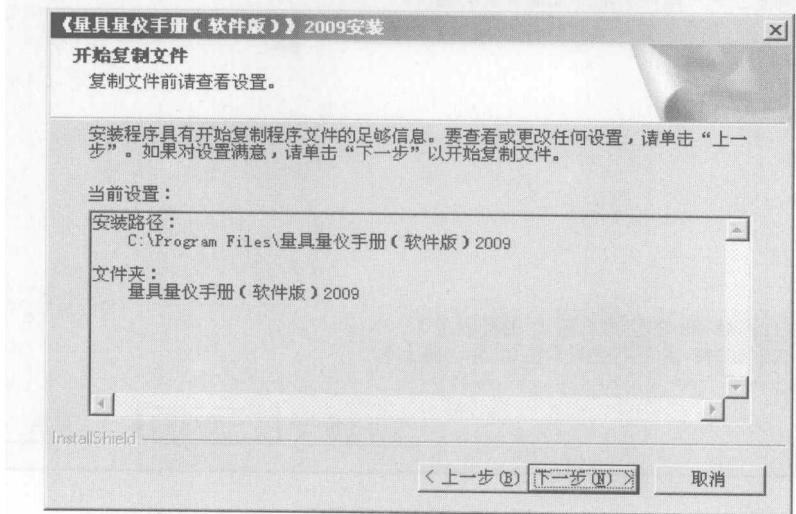
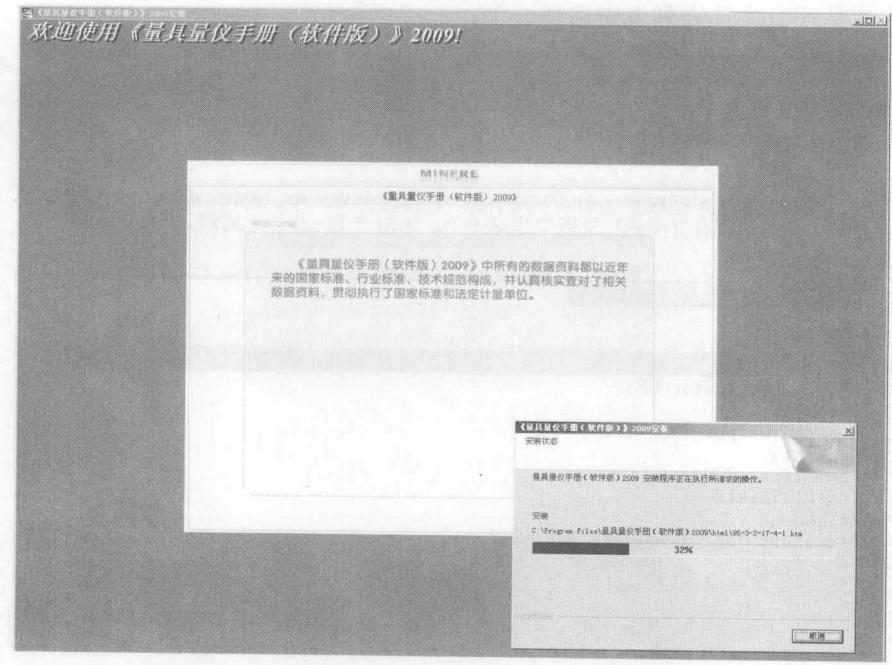

图 1-9 查看设置界面
图 1-10 显示安装进度界面
(9) 单击“下一步”按钮，安装程序将把软件复制到硬盘上，时间的长短取决于用户选择的安装类型。在复制文件前请查看设置，如图 1-9 所示，如果对设置满意，单击“下一步”按钮。在安装程序复制文件的过程中，使用进度条来显示安装进行的百分比，并提示安装复制的文件和目录，如图 1-10 所示。在安装过程中，随时可以单击“取消”按钮退出安装程序。